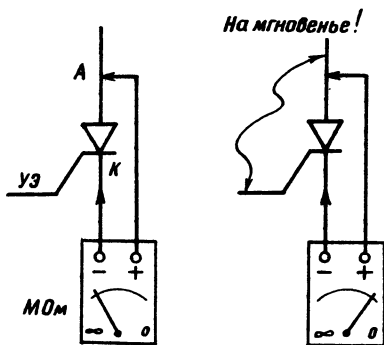

Рис. 58. Проверка тиристоров на исправность
**Простейшая проверка тиристоров.** Простейший способ проверки тиристоров показан на рис. 58. Сопротивление исправного тиристора составляет несколько МОм, а пробитого — близко к нулю. Если анод исправного тиристора соединить на мгновение с управляющим электродом (УЭ), прибор покажет сопротивление короткого замыкания.